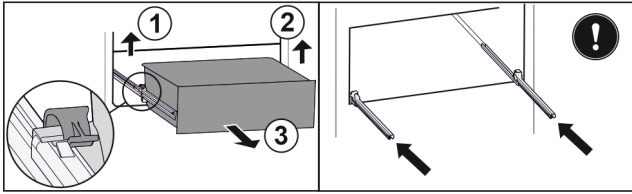

Fig. 54
- Soulever la bride gauche et tirer dans le même temps la partie gauche du tiroir vers l'avant. Fig. 54 (1)
- Soulever la bride droite et tirer dans le même temps la partie droite du tiroir vers l'avant. Fig. 54 (2)
- Retirer le tiroir par l'avant. Fig. 54 (3)